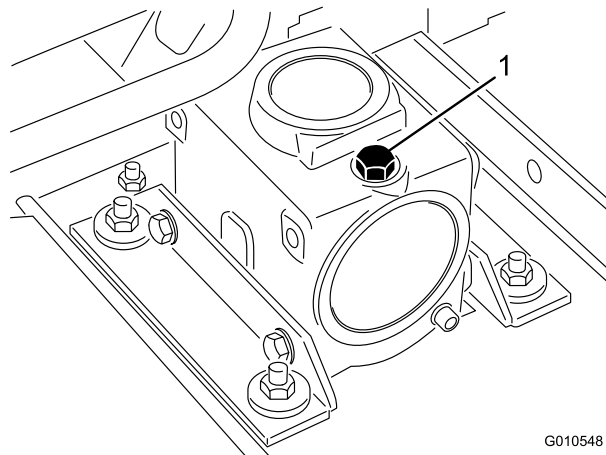

Figura 18
3. Retire a vareta/tampão de enchimento da parte superior da caixa de velocidades (Figura 18) e verifique se há lubrificante entre as marcas da vareta.